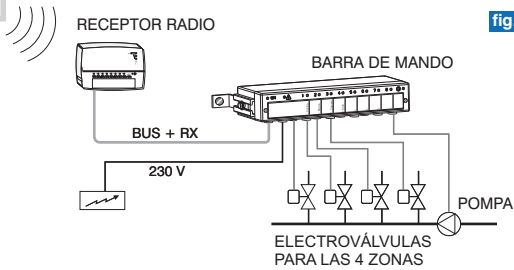

fig. 81
• Ejemplo: cronotermostato con Máster en sistema de 4 zonas (fig. 81).